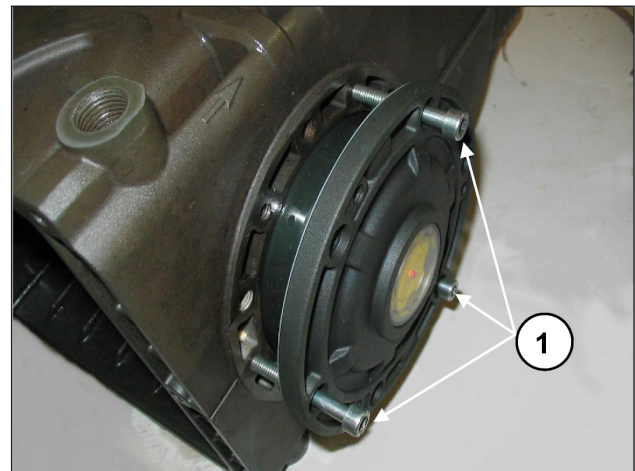
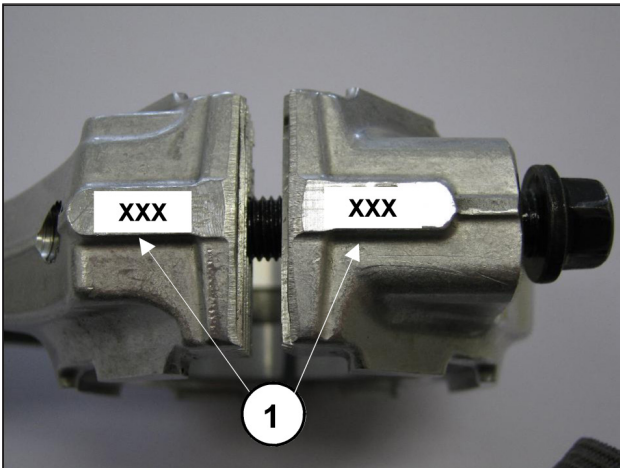

Abb. 8
Abb. 9
Um das Einführen des ersten Abschnitts und das Einsetzen der Deckel am Gehäuse zu erleichtern, sollten Sie 3 Schrauben M6 x 40 mit Teilgewinde (Abb. 8, Pos. ①) zu Hilfe nehmen und den Vorgang dann anhand der mitgelieferten Schrauben (M6x18) abschließen.
- Paaren Sie die Pleueldeckel unter Berücksichtigung der Nummerierung mit den zugehörigen Schäften (Abb. 9, Pos. ①).
Prüfen Sie nach Einbau der kompletten Gruppe (Flansch auf Schauglasseite + Welle + Flansch auf Motorseite), dass das Reibmoment der Welle - bei nicht verbundenen Pleueln - in einem Bereich zwischen min. 4 und max. 7 Nm liegt. Für das Annähern der beiden Seitendeckel an das Gehäuse können Sie zunächst 3 Schrauben M6x40 für eine erste Ausrichtung verwenden, wie in Abb. 8 angegeben, und dann die für die endgültige Befestigung vorgesehenen Schrauben. Das Reibmoment der Welle (bei verbundenen Pleueln) darf 8 Nm nicht übersteigen.
Nach Abnahme der seitlichen Deckel, vgl. Abschn. 2.1.1, entfernen Sie den äußeren Lagerring der Dichtungen von den Deckeln und den inneren Ring mit dem übrigen Teil des Lagers von den beiden Wellenenden mit einem einfachen "Austreiber" oder einem ähnlichem Werkzeug, siehe Abb. 8 und Abb. 9.